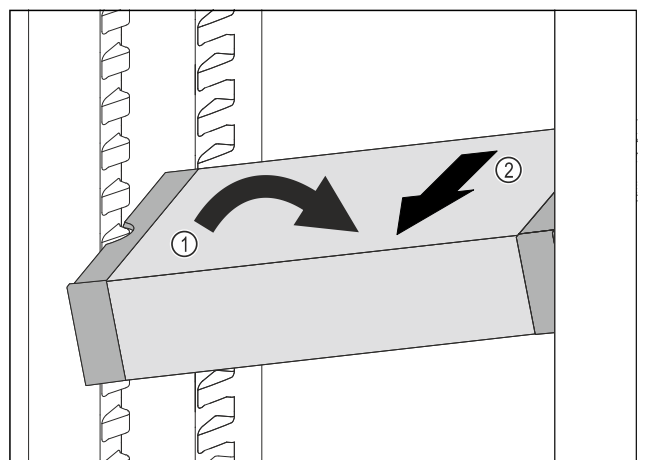

Fig. 55
- Coloque el VarioSafe en el compartimento del frigorífico en posición oblicua. Fig. 55 (1)
- Extraiga el VarioSafe hacia delante. Fig. 55 (2)